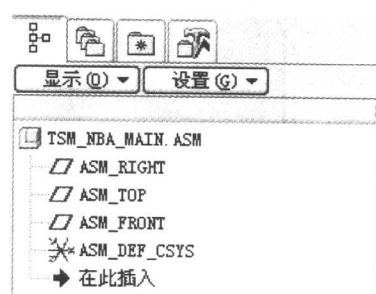

图 1-9 在装配模型树中显示特征
5) 单击“关闭”按钮，完成模型树项目的设置操作。此时装配模型树便显示出相关的特征，如基准平面、基准坐标系等，如图 1-9 所示。